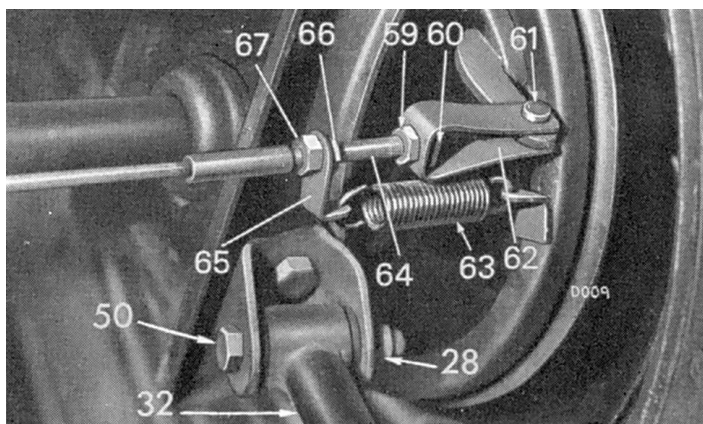
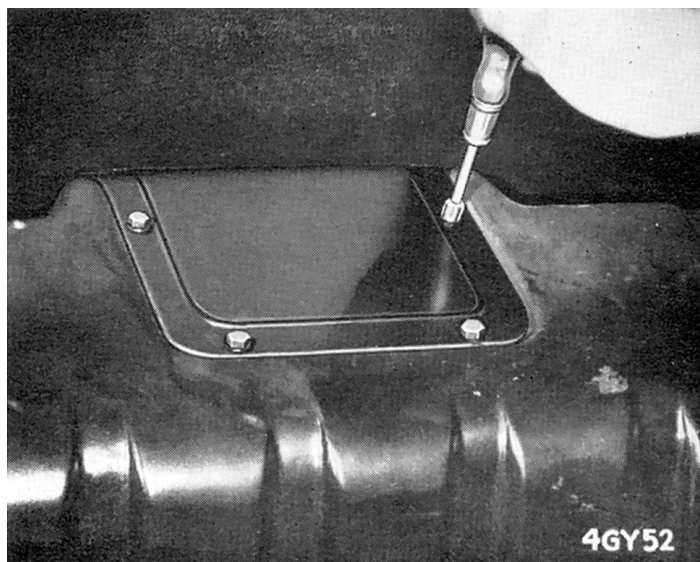

Fig. 42. Fixation du câble de frein à main
Fig. 49. Ouverture/fermeture de la trappe d'accès au ressort de suspension
2. Débrancher le câble du frein à main (64) du levier de plateau de frein en retirant l'axe de chape (61). Débrancher le ressort (63) (Fig. 42).
6. Retirer les sièges arrière et le revêtement de plancher pour dégager la trappe d'accès au ressort, ouvrir la trappe (Fig. 49).
2. Remettre les trois goujons (42) dans le carter de pont, avec la partie filetée la plus courte en premier. Remettre la plaque d'attache de ressort (3) et serrer les écrous Nylstop (4).
3. Appliquer du produit d'étanchéité "Prestik" sur le bord de la plaque d'accès, replacer la plaque en la fixant avec quatre vis (Fig. 49), et appliquer une bonne quantité de "Seelastik" au joint. Replacer le revêtement de plancher et les sièges arrière.
4. Fixer les supports de fusée (10) aux extrémités du ressort avec les boulons (46), les rondelles (12) et les écrous Nylstop (11). Ne pas serrer les écrous (11) à ce stade.
5. Mettre sur cric les supports verticaux (10), monter les amortisseurs comme indiqué page 4.122 et réaccoupler les arbres de roues au pont arrière.
6. Connecter le câble du frein à main au levier du plateau de frein, remettre le ressort (63) (Fig. 42) et rebrancher le flexible de frein. Régler et purger les freins.
7. Placer un cric roulant sous le carter de pont, enlever les chandelles et, les supports verticaux étant toujours soutenus, baisser l'arrière de la voiture jusqu'à ce que les arbres de roues prennent leur position normale de fonctionnement. Serrer les écrous (11), (8) et (13) fixant les supports verticaux (10) au ressort de suspension).